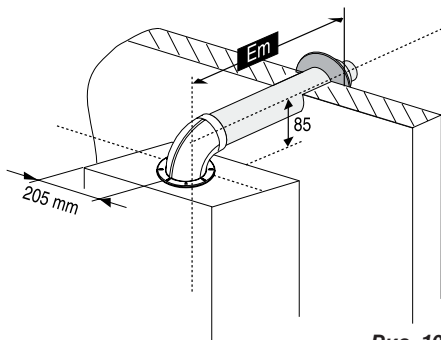

Рис. 10
– конструкция С12 (согласно ЧСН ЕН 483) приведена на рис.10.